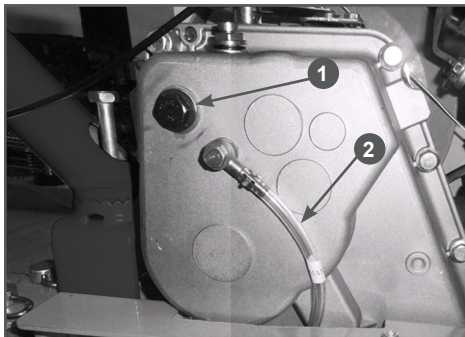

Рис. 23 Заправка масла в коробку передач
3. Открутите пробку 1 маслозаливного отверстия (Рис. 23).
7. Контролируйте уровень масла в коробке передач с помощью специальной трубки 2 (Рис. 23). Уровень масла в коробке передач должен быть по верхнюю метку «MAX» на трубке. Долейте масло до требуемого уровня.